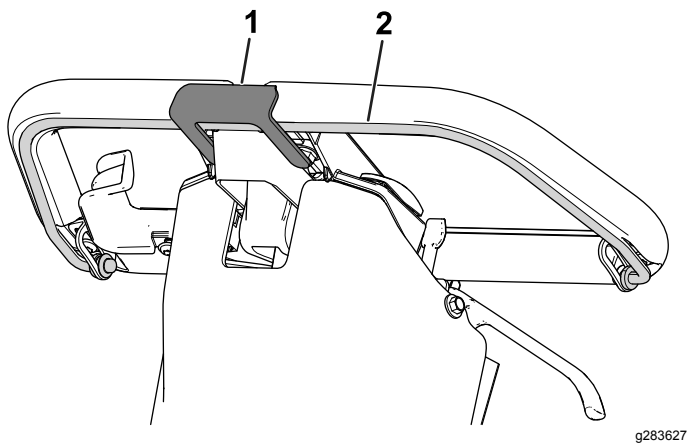

Figura 12
- **Macchine dotate di stegola della frizione:** innestare la stegola della frizione e montare il fermo della stegola (Figura 12).